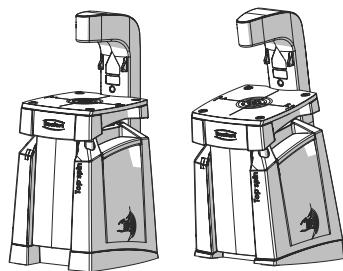

図2
- ⇒ 希望の作業ポジションを選択して下さい、図2 (5.4章を参照)。